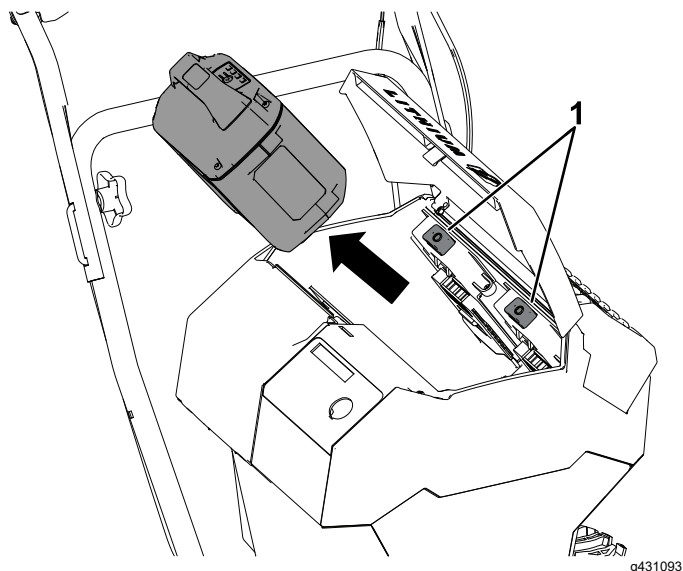

Figure 19
2. Appuyez sur le verrou de la batterie pour la débloquer et la retirer (Figure 19).